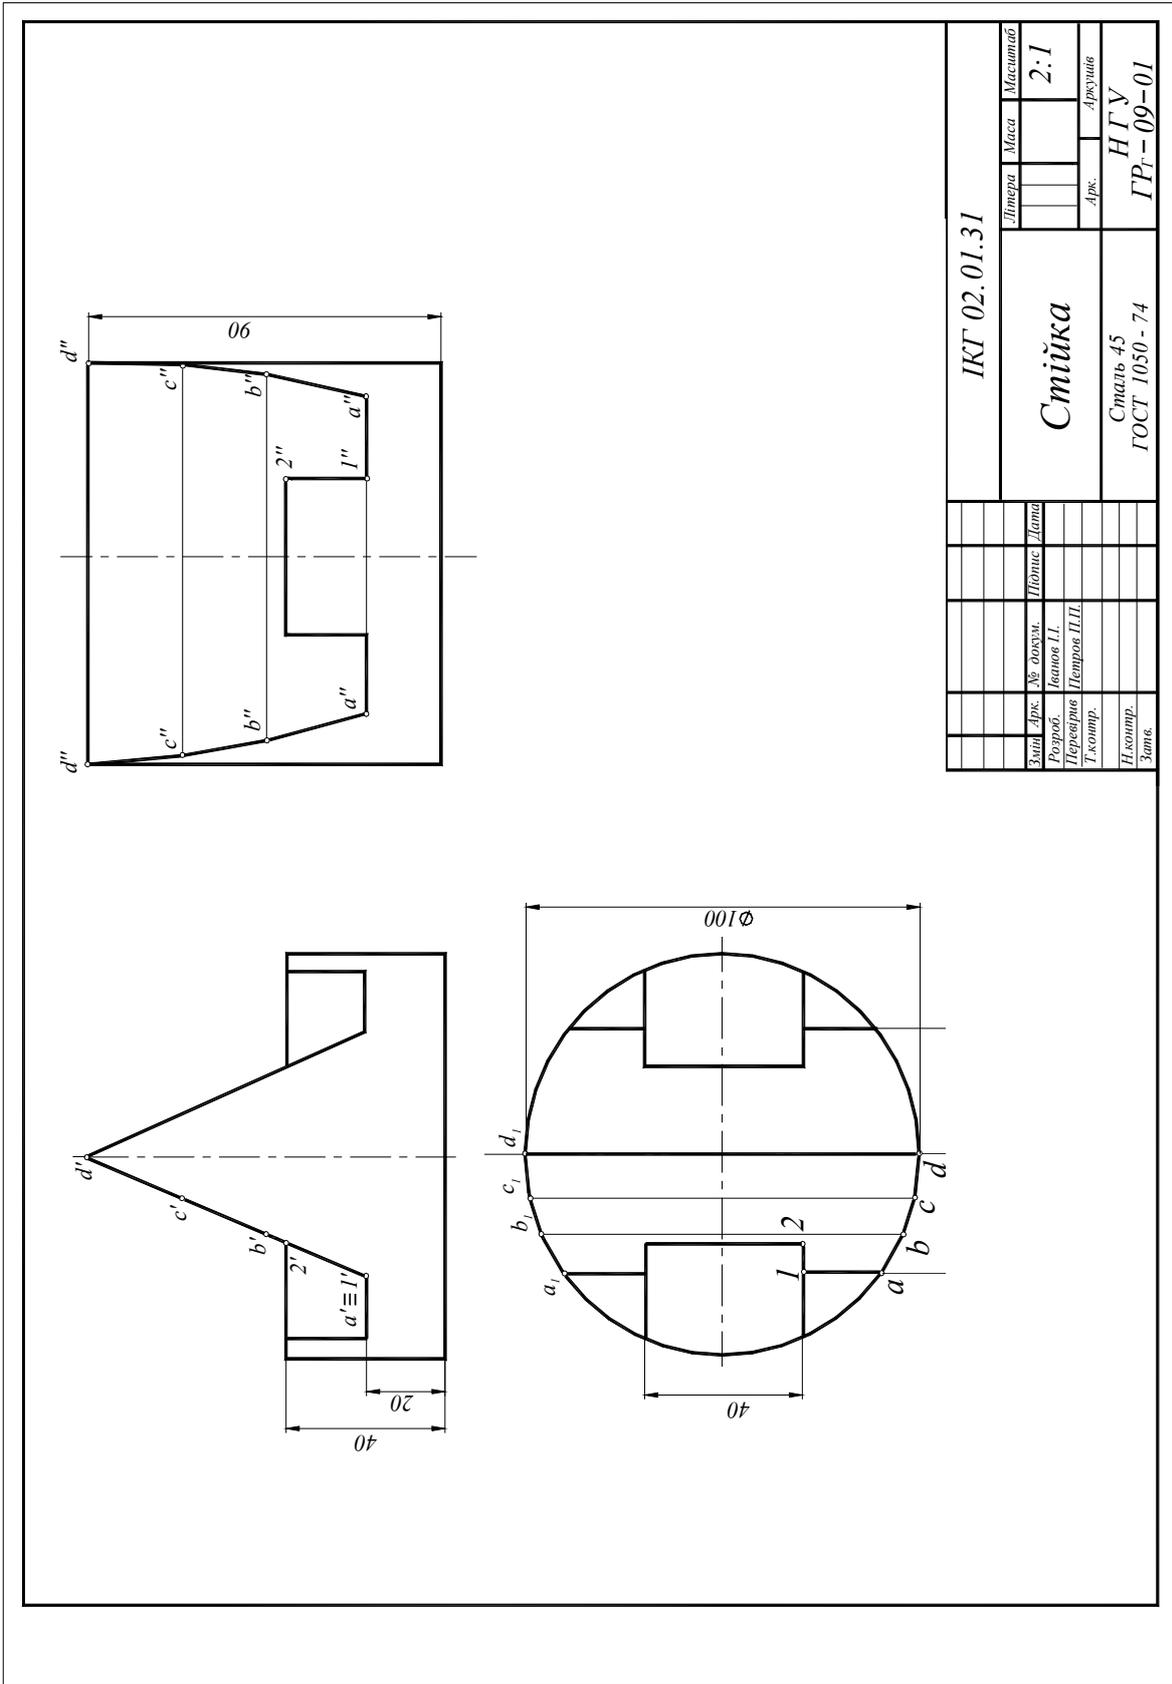

Рис. 5.2. Приклад виконання завдання
**Завдання.** Виконати креслення геометричного тіла за наочним зображенням (приклад виконання завдання показано на рис. 5.2)